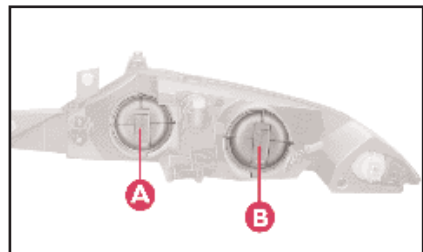

fig. 10
1) Togliere i coperchi **A** e **B** (fig. 10) ruotandoli parzialmente in senso antiorario.
1) Togliere il coperchio **B** (fig. 10) ruotandolo parzialmente in senso antiorario.